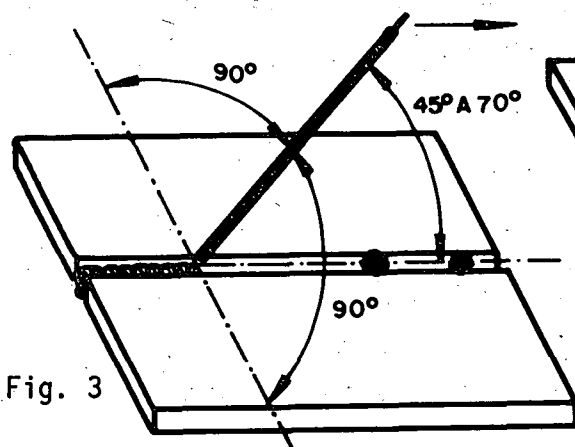

Fig. 3
- a Incline o eletrodo em direção ao avanço (fig. 3).